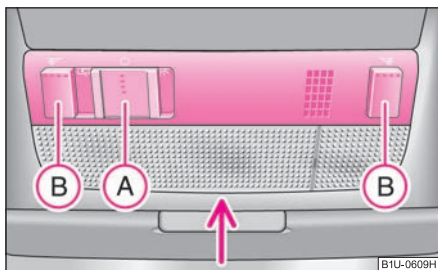

Fig. 46 Imagine din plafon: iluminarea interioară față
- Dacă apăsați întrerupătorul (A) spre stânga, apare simbolul ⇒ fig. 46.